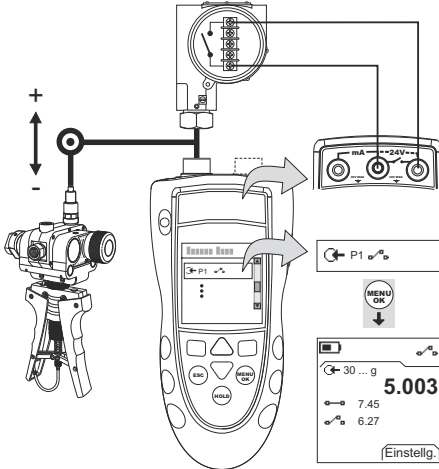

Abbildung 4: Beispielkonfiguration: Schaltertest
1. Schließen Sie das Gerät an (Abbildung 4) und ändern Sie ggf. die Option Konfig. (Tabelle 1).